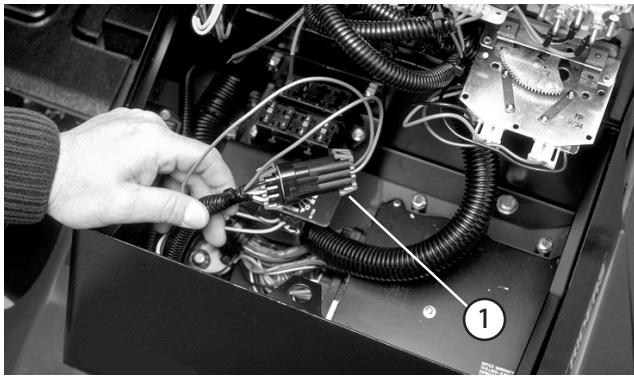

図 36
2. コントロールパネルのカバーを開ける。コントローラの近くにあるワイヤ・ハーネスとそのコネクタを探し出す（図36）。ハーネスのコネクタに付いているループバック・コネクタを注意深く外す。